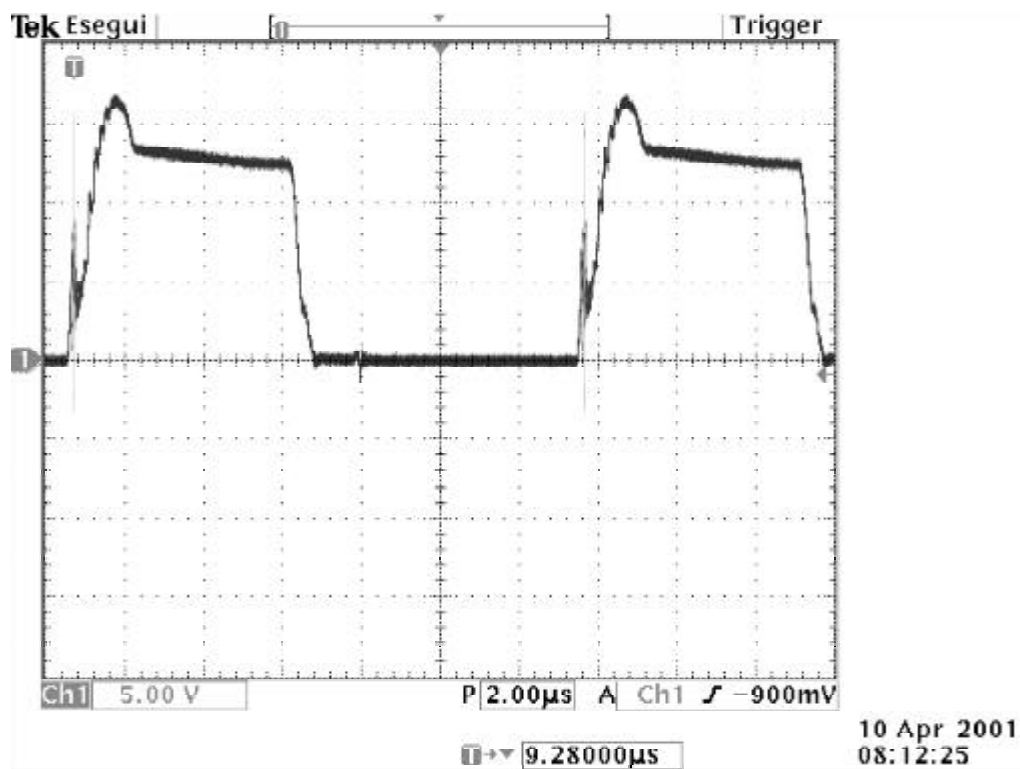

FIGURA 10A
- **GATE RAMO ALTO.** Verificare la forma d'onda posizionando la massa sul faston del cavo, con la sonda controllare i 4 gate dei mosfet dell'altro ramo, (vedi foto 10) e verificare che corrisponda ai diagrammi di figura 10A e 10B.